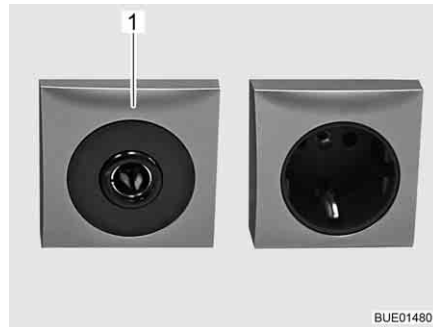

Bild 131 Eluttag 12 V/10 A
- ▷ Till 12 V-nätets eluttag (Bild 131,1) får endast apparater med maximalt 10 A anslutas.